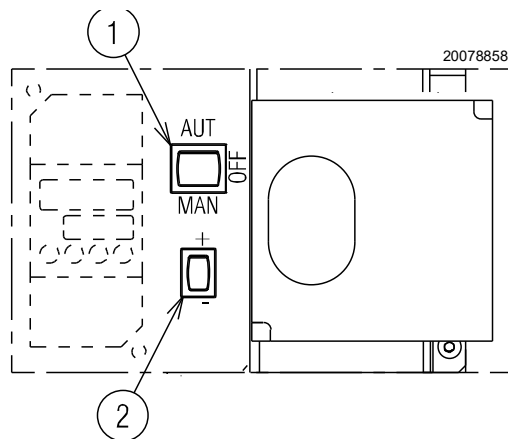
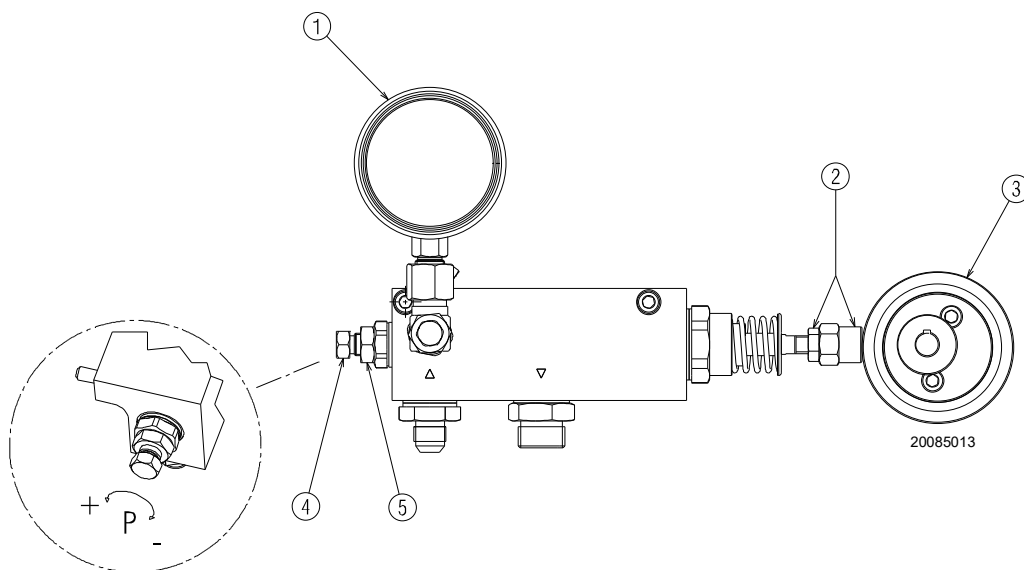
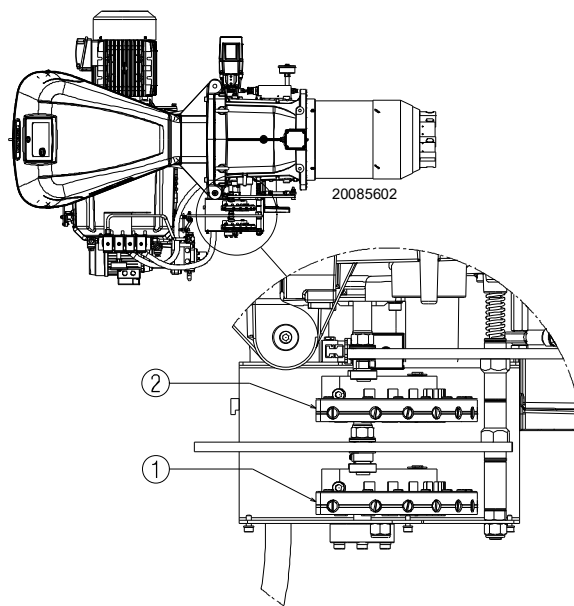
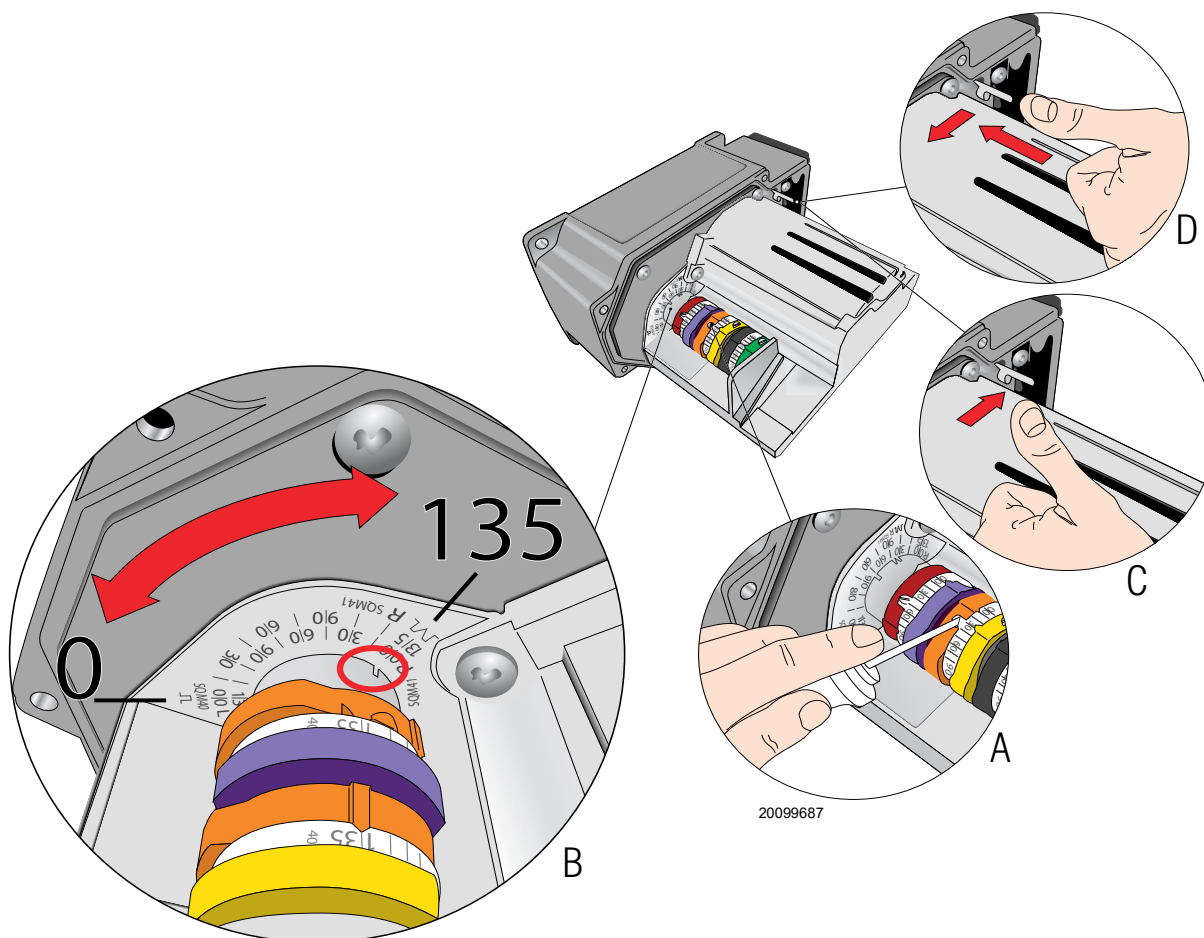

Рис. 27
Рис. 28
Рис. 31
Рис. 32
Замкните термостаты/реле давления и установите переключатель 1) (Рис. 27) в положение **РУЧ**.
- установите выключатель 1) (Рис. 27) в положение «**ВЫКЛ.**» и подождите, пока автомат горения не выполнит процедуру отключения.
Установите переключатель 1)(Рис. 27) в положение «**РУЧ**».
В положении минимальной мощности серводвигателя гайка и соответствующая контргайка 2)(Рис. 28), должны быть затянуты до эксцентрика 3).
В положении максимальной мощности серводвигателя эксцентрик будет давить на вал модулятора, устанавливая давление, считываемое на манометре 1)(Рис. 28) на требуемое значение (максимальная мощность).
По завершении калибровки затяните контргайку 5)(Рис. 28).
если используется форсунка с расходом 450 кг/ч и требуется мощность 4550 кВт, показания давления на манометре 1)(Рис. 28) (максимальное давление в обратном контуре) должны составлять примерно 14 бар. Соответствующее давление подающего контура, считываемое на манометре 1), должно составлять 20 бар (см. Таблица J на странице 20).
Обозначения (Рис. 28)
- Включите горелку, установив селекторный переключатель на панели управления в положение ручного режима 1)(Рис. 27 на стр. 28). Теперь после фазы предварительной вентиляции серводвигатель остановится в положении розжига.
- Отрегулируйте давление на возврате на минимальное значение примерно на 6 бар. Для этого необходимо изменить длину вала, вращая гайку 2)(Рис. 28 на стр. 29).
- После выполнения этой первоначальной настройки увеличьте выходную мощность с помощью переключателя 2)(Рис. 27) автоматического возврата на панели управления. Остановитесь после поворота серводвигателя на 15° и повторно отрегулируйте его при помощи воздушного кулачка с переменным профилем (кулачок 1 Рис. 31 на стр. 32). Рекомендуется провести калибровку, предотвращающую создание коптящего пламени и позволяющую как можно быстрее достичь максимальной мощности; откалибруйте обратное давление на винте 4)(Рис. 28 на стр. 29), чтобы получить требуемую для форсунки мощность, а затем приступите к выполнению калибровки промежуточных точек.
Для регулировки дизельного топлива поверните винт 4)(Рис. 28 на стр. 29) до установки требуемой мощности.
Переход к следующему положению достигается путем удерживания нажатой кнопки переключения 2)(Рис. 27 на стр. 28) на знаке (+) или (-).
Синхронизация топлива/окислителя достигается с помощью серводвигателя, соединенного с двумя кулачками переменного профиля, которые управляют заслонками подачи воздуха 1)(Рис. 31) и газа 2)(Рис. 31).
На газовом дроссельном регулировочном клапане количества топлива, в зависимости от требуемой мощности, осуществляется кулаком 2)(Рис. 31).
- Заверните или отверните винт 2) выбранного механического кулачка (Рис. 31 на стр. 32) для увеличения или уменьшения расхода газа, чтобы подогнать его под соответствующий расход воздуха и получить оптимальное горение.
Обозначения (Рис. 31)
Информацию о регулировке кулачка сервопривода см. на Рис. 32 А).
Постепенно измените начальный профиль механического кулачка 2) (Рис. 31) при помощи винтов 2) (Рис. 31).
Воздух регулируется путем изменения угла кулачка III) сервопривода Рис. 26 и с помощью переключателя 2) (Рис. 27 на стр. 28). Информацию о регулировке кулачка сервопривода см. на Рис. 32 А).
Возможность регулировки кулачка III) (Рис. 26), см. Рис. 32 А) и В).
Выключите горелку при помощи выключателя 1) (Рис. 27 на стр. 28), установив его в положение «ВЫКЛ», а затем отцепите механический кулачок I) и II) (Рис. 29) (Рис. 31), чтобы отделить шестеренки от сервопривода, нажимая и смещая вниз кнопку 3) (Рис. 32 D). Вручную перемещая механический кулачок I) (Рис. 29) вперед и назад, несколько раз проверьте, чтобы его движение было плавным, без заедания.
Снова соедините механический кулачок I) и II) (Рис. 29) (Рис. 31) с сервоприводом, перемещая вверх кнопку 3) (Рис. 32 C).